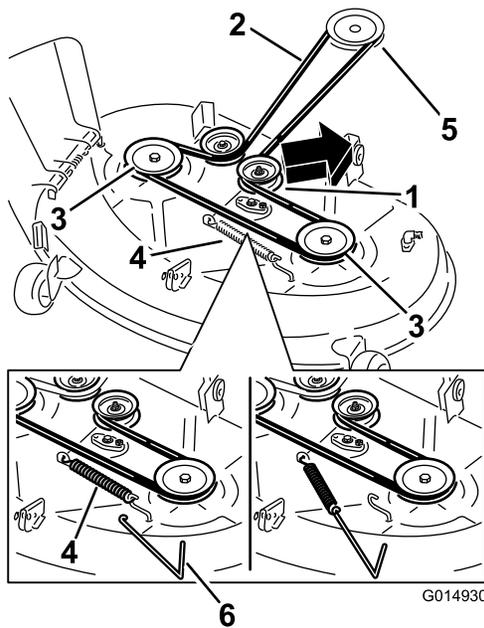

Figura 72
6. Servendovi di un attrezzo per la rimozione delle molle (n. cat. Toro 92-5771), sganciate la molla di rinvio dal gancio del piatto di taglio per eliminare la tensione dalla puleggia tendicinghia e togliete la cinghia dalle pulegge (Figura 71 e Figura 72).
- Montate la nuova cinghia attorno alla puleggia del motore e a quelle del tosaerba (Figura 71 e Figura 72).
- Servendovi di un attrezzo per la rimozione delle molle (n. cat. Toro 92-5771), agganciate la molla di rinvio al gancio del piatto di taglio per mettere in tensione la puleggia tendicinghia e la cinghia del tosaerba (Figura 71 e Figura 72).